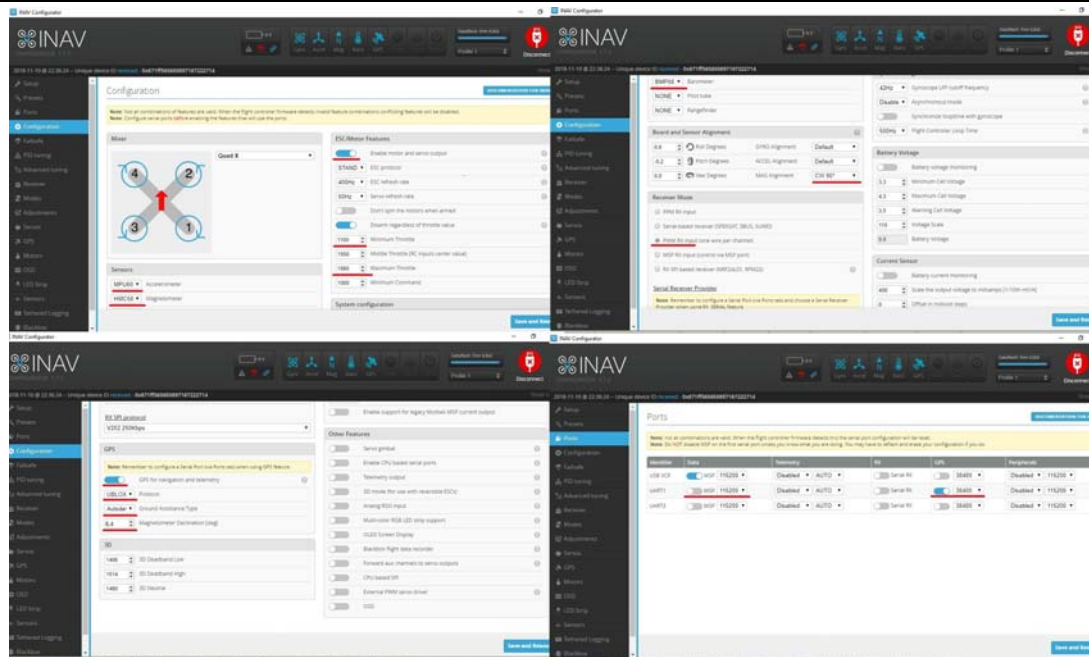

Рис. 6. Вкладки Configuration и Ports
1. Необходимо зайти во вкладки Ports и Configuration и обратить внимание на установку параметров, подчеркнутых красным. Контроллер cc3d должен быть полностью установлен на квадрокоптере с подключенными моторами и со снятыми пропеллерами. Батарея Lipo должна быть подключена, иначе напряжения питания на барометр, компас, приемник GPS поступать не будет (рис. 6)